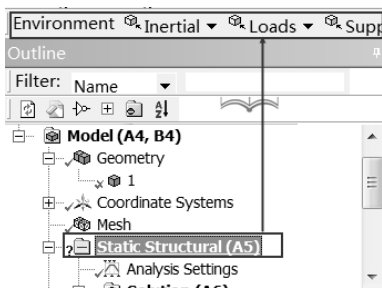

图 6-49 Environment 工具栏
Step1 :选择 Mechanical 界面左侧 Outline (分析树)中的 Static Structural (A5) 选项,此时会出现如图 6-49 所示的 Environment 工具栏。